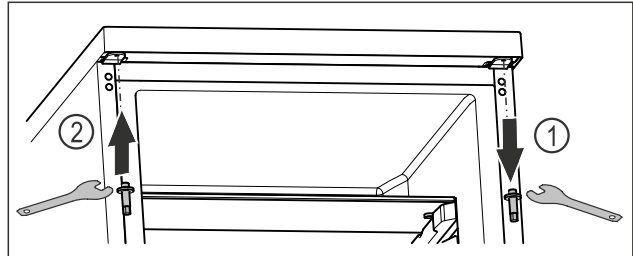

Fig. 22
- Выкрутите верхний болт ключом с наружным шестигранником. Fig. 22 (1)
- Затяните болт на противоположной стороне ключом с наружным шестигранником. Fig. 22 (2)